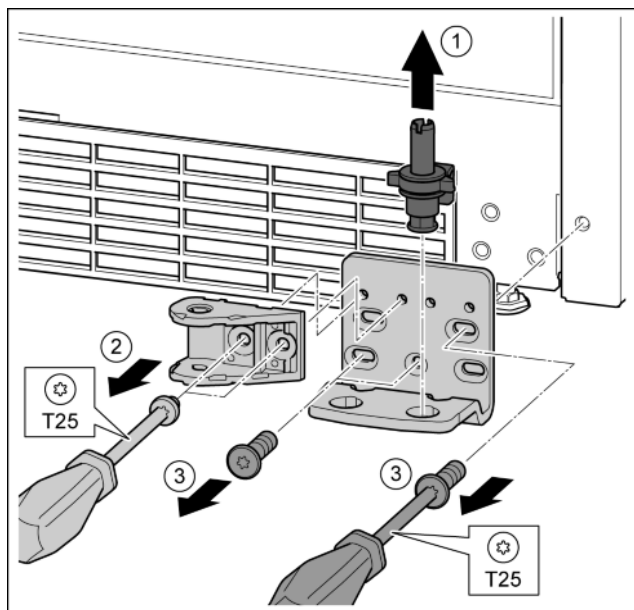

Fig. 30
- Estrarre il perno di supporto completo verso l'alto. Fig. 30 (1)
- Con il cacciavite T25 svitare le viti e togliere il collegamento dell'ammortizzatore di chiusura. Fig. 30 (2)
- Con il cacciavite T25 svitare le viti e asportare il blocco di supporto Fig. 30 (3)